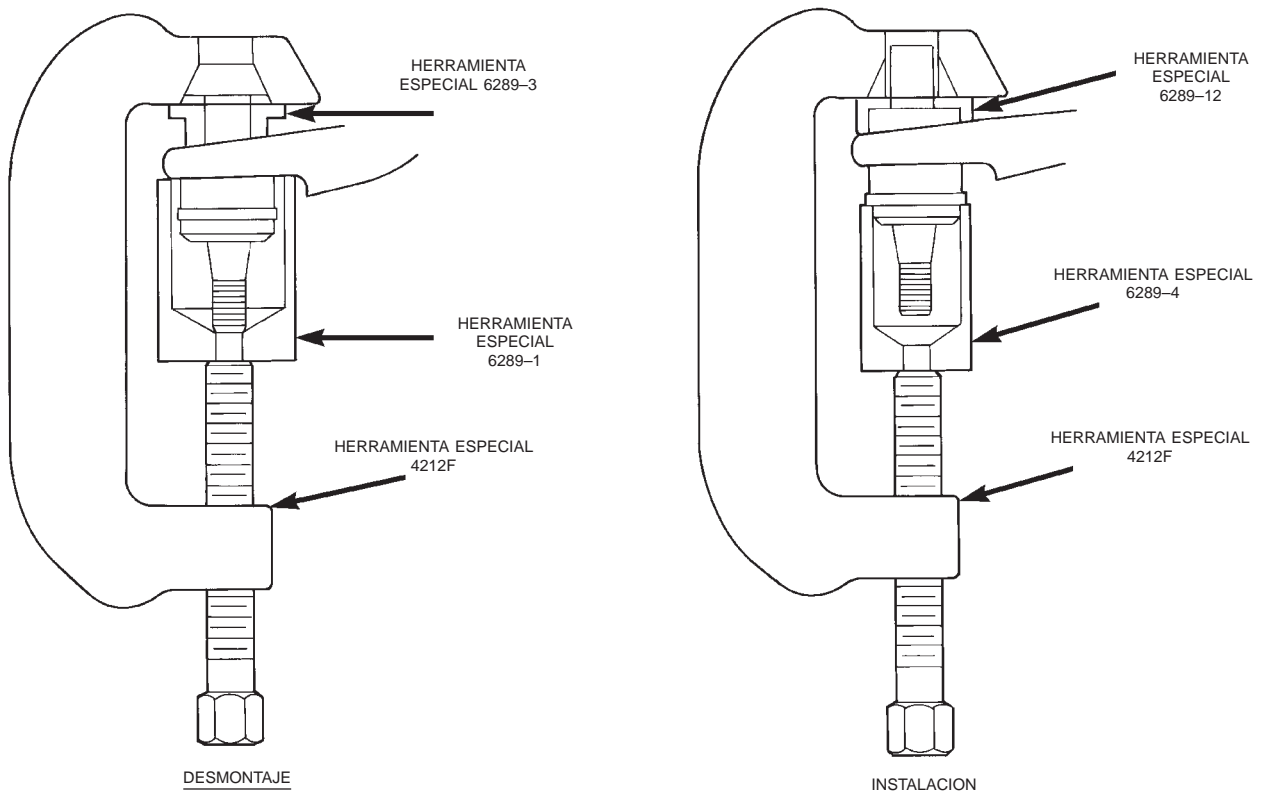

Fig. 8 Desmontaje e instalación de la articulación de rótula inferior
- (1) Emplace las herramientas como se muestra para desmontar e instalar la articulación de rótula (Fig. 8).